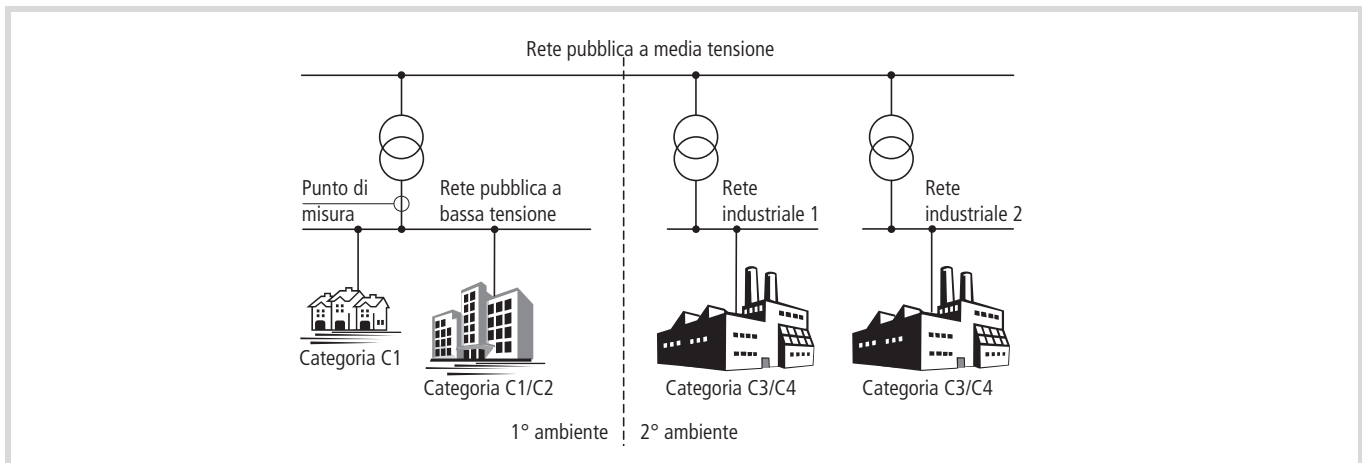

Figura 11: Ambiente e categoria EMC
La dichiarazione di conformità (CE) si riferisce sempre a un "tipico" sistema di azionamento (PDS). L'utente finale o il gestore dell'impianto è tenuto in ultima analisi a rispettare i valori limite di legge e quindi a verificarne la compatibilità elettromagnetica. Deve inoltre adottare misure volte a ridurre al minimo o eliminare le emissioni elettromagnetiche (emissioni) nel rispettivo ambiente (vedere figura 11). D'altro canto deve sfruttare tutte le occasioni per aumentare l'immunità ai disturbi (immersione) degli apparecchi o dei sistemi.